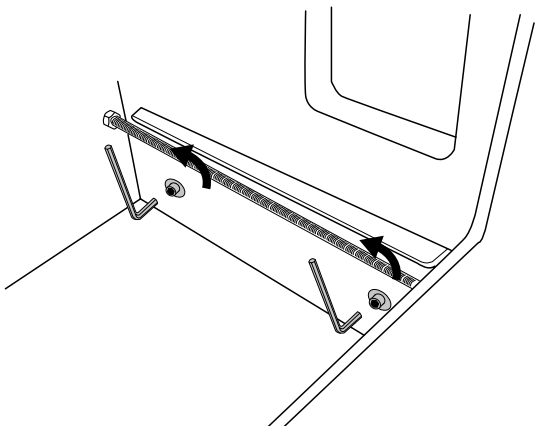

Figure 7
3. Desserrez les 4 vis qui maintiennent le panneau latéral (figures 7 et 8) - utilisez une clé Allen.